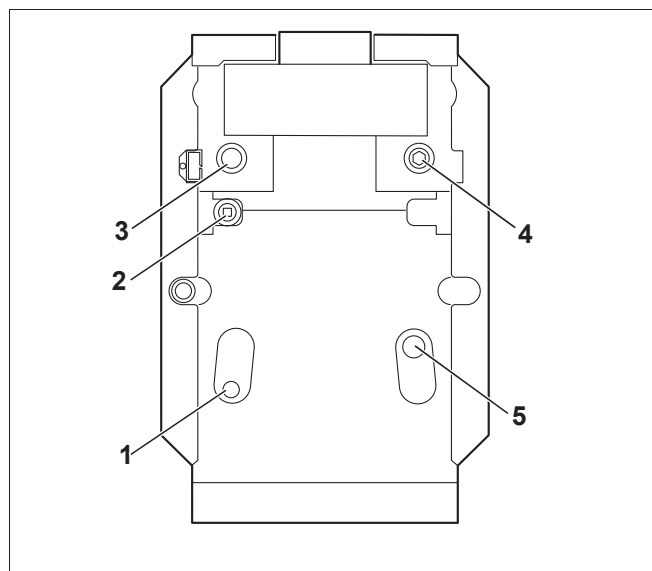

Рис. 5 Подключения Logano G234 WS
- Подключить обратную линию системы отопления к патрубку обратной линии отопительного котла RK (рис. 5, поз. 5).
- Подключить подающую линию системы отопления к патрубку на отопительном котле VK (рис. 5, поз. 3).
- Установить предохранительный клапан на подающую предохранительную линию VSL (рис. 5, поз. 4) под прерывателем тяги.
- Подключить обратную линию бака-водонагревателя к патрубку обратной линии бака RS (рис. 5, поз. 5).
- Подключить подающую линию бака-водонагревателя к VS (рис. 5, поз. 2).